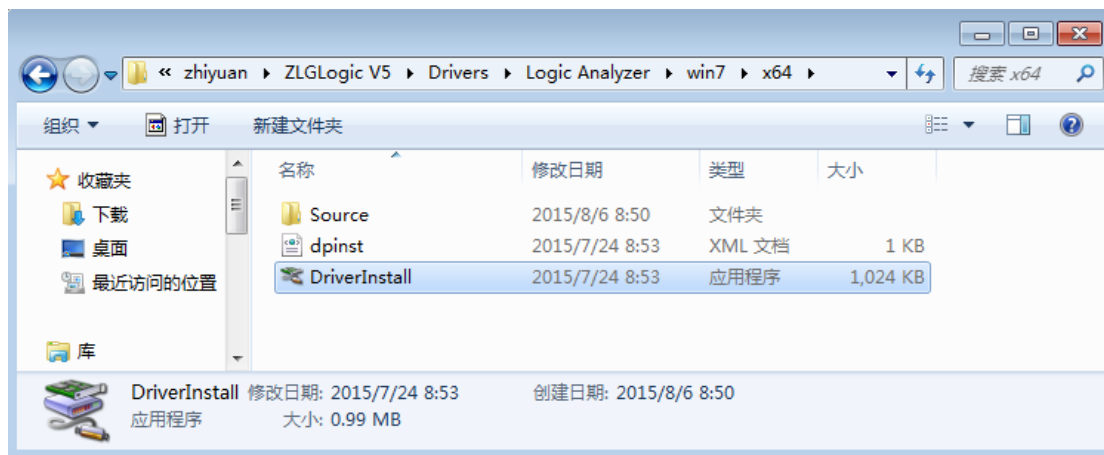

图 2.14 找到驱动安装程序
1. 安装完软件之后，进入程序安装目录，找到“Drivers\Logic Analyzer”文件夹，根据您的操作系统，选择进入对应目录，以 Windows 7 x64 系统为例，进入“win7\x64”目录，目录中文件如图 2.14 所示。